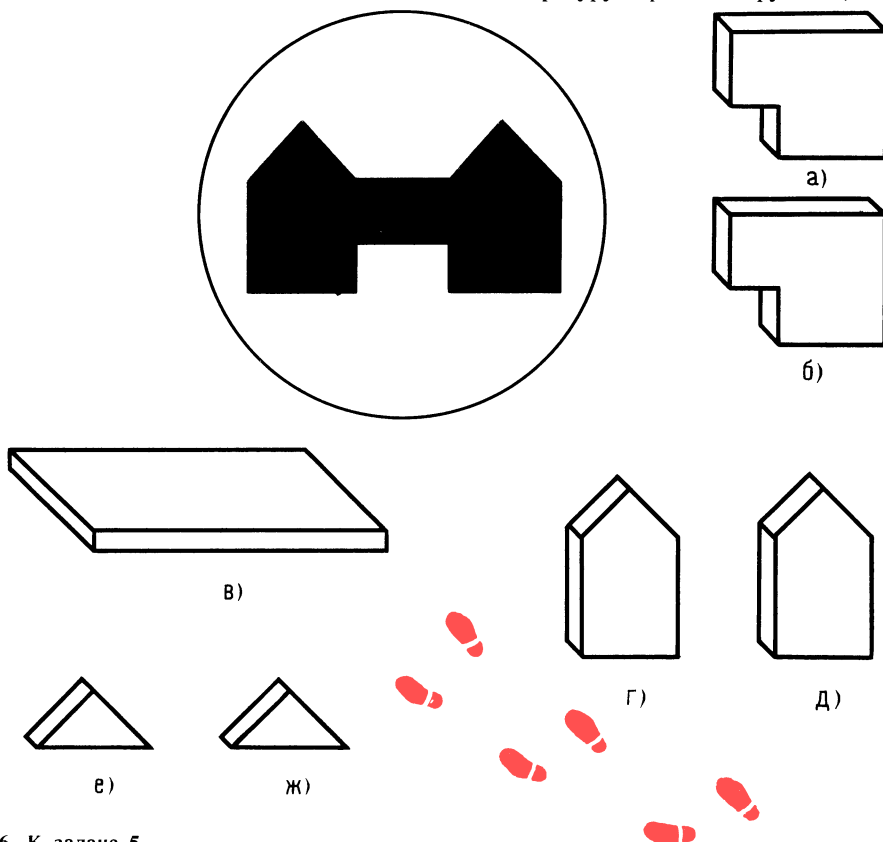

Рис. 6. К задаче 5
5. Определите, из каких частей собран предмет (рис. 6, а — ж), который соответствует теневому изображению (не забывайте о Мешалкине).